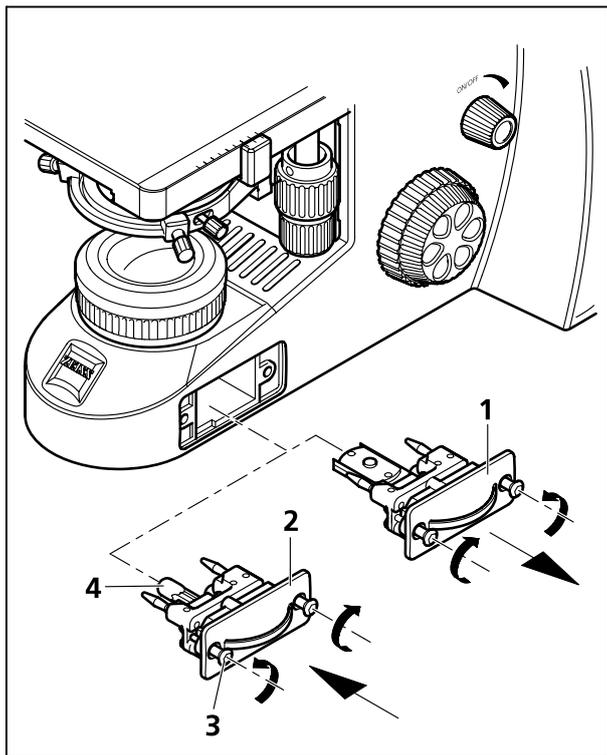

图 28 更换 6 V / 30 W 卤素灯泡或 LED 照明装置
- 松开两个照明模块(图 28/1 或 2) 的锁紧螺丝(图 28/3)。为此，轻推螺钉按压弹簧，并旋转 90°：左边螺钉顺时针、右边螺钉逆时针旋转。
- 从座架中抽出照明模块（图 28/1 或 2）。
- 如果主机装备有 6 V / 30 W 卤素灯泡 (图 28/2)，将旧的卤素灯泡 (图 28/4) 从照明托架中抽出插入新的卤素灯泡。新灯泡切勿用徒手触摸，以免减弱灯泡寿命。
- 如果主机装有 LED 光源装置，则完整更换照明模块及 LED 光源装置（图 28/1）。
- 将照明托架（图 28/1 或 2）插入座架，用两个螺钉（图 28/3）锁紧。为此，轻推螺钉按压弹簧，并旋转 90°：左边螺钉逆时针，右边螺钉顺时针旋转。